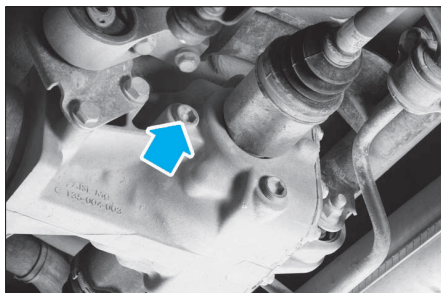

FIG. 26
- Faire l'appoint en huile par le bouchon (Fig.26).